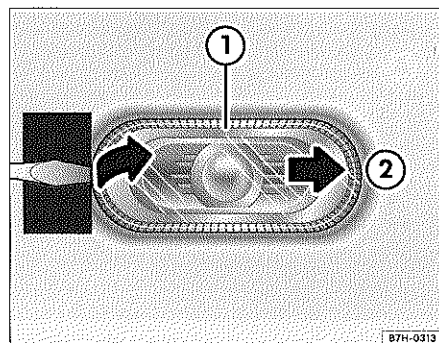

Fig. 37 Desmontaje del intermitente lateral
3. Introduzca la hoja plana del destornillador en el lado del intermitente lateral ⇒ fig. 37 ① próximo a la parte trasera del vehículo ⇒ ①.
Coloque un trozo de cartulina sobre la carrocería antes de usar el destornillador ⇒ página 100, fig. 37, para no deteriorar la pintura. ◀
8. Coloque el intermitente lateral en su alojamiento, introduciendo primero el lado próximo a la parte trasera del vehículo y a continuación el otro lado, de forma que encastre el muelle ⇒ página 100, fig. 37 ②.